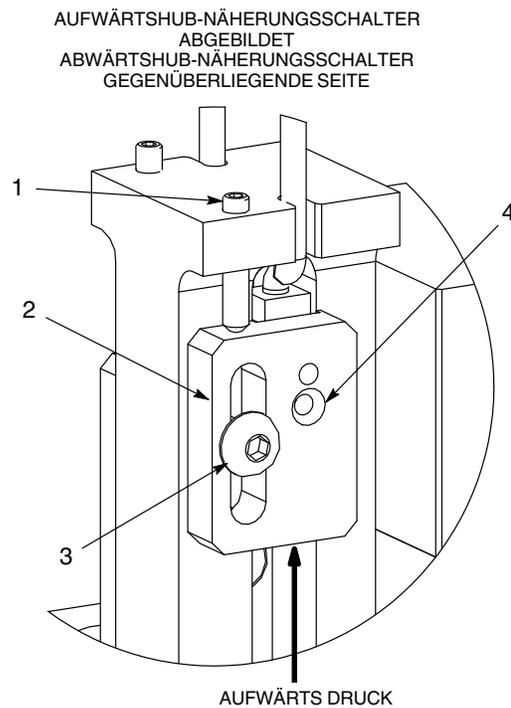

Abb. 6 Typische Einstellung eines Näherungsschalters
2. Siehe Abb. 6. Die Schraube (3) lösen, bis die Schalterplatte (2) sich frei bewegt.
3. Mit der Hand die Schalterplatte (2) aufwärts drücken und dabei gleichzeitig folgendes tun:
- a. Mit dem 1,5 mm Innensechskantschlüssel die Einstellschraube (1) gegen den Uhrzeigersinn drehen, bis die LED (4) ausgeht.
- b. Die Einstellschraube (1) langsam im Uhrzeigersinn drehen, bis die LED (4) angeht. Die Einstellschraube  $\frac{1}{4}$  Umdrehung weiter im Uhrzeigersinn drehen.
- c. Die Schraube (3) mit 14 in.-lb (1,3 N•m) anziehen.
- a. Mit dem 1,5 mm Innensechskantschlüssel die Einstellschraube (1) im Uhrzeigersinn drehen, bis die LED (4) angeht.
- b. Die Einstellschraube (1) langsam gegen den Uhrzeigersinn drehen, bis die LED (4) ausgeht. Die Einstellschraube  $\frac{1}{4}$  Umdrehung weiter gegen den Uhrzeigersinn drehen.